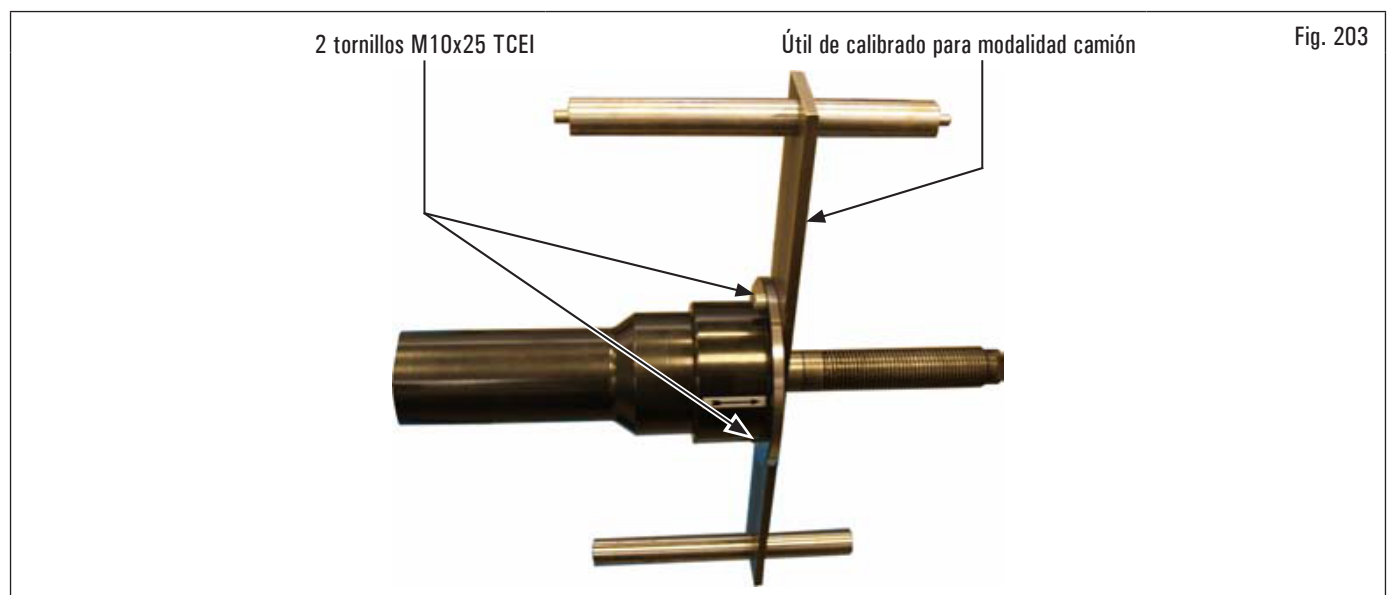

Fig. 203
1. Montar el útil de calibrado en el mandril y apretarlo con los dos tornillos suministrados (ver Fig. 203);